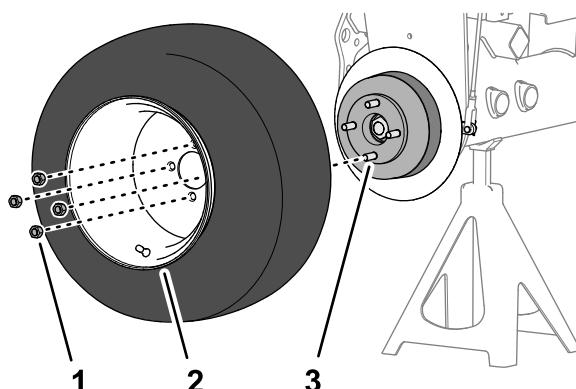

Bild 75
- Montieren Sie das Rad mit den vier Radmuttern (Bild 75) an der Nabe und ziehen Sie die Radmuttern handfest an.